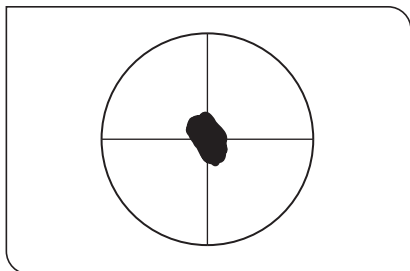

Fig. 2-1
5. Girare la manopola del compensatore assicurandosi che l'area misurata al centro del preparato sia scura come illustrato in Fig. 2-1 (Nota). Se non è scura, ruotare il tavolino di -90° e bloccare in posizione.